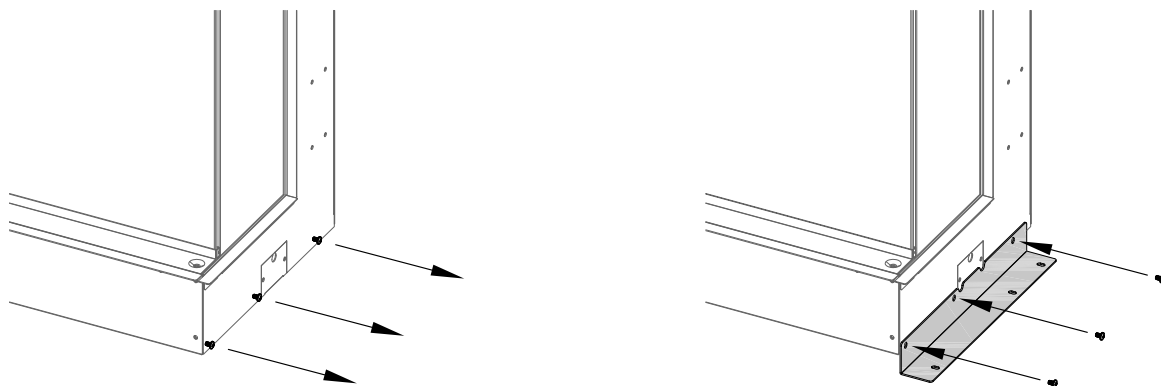

Figure 3.10 - Fixez au foyer les brides de fixation
2. Fixez au foyer les deux brides de fixation fournies avec le kit de manteau en saillie, tel que montré à la Figure 3.10 . Ces pièces sont spécifiques aux côtés gauche et droit du foyer.